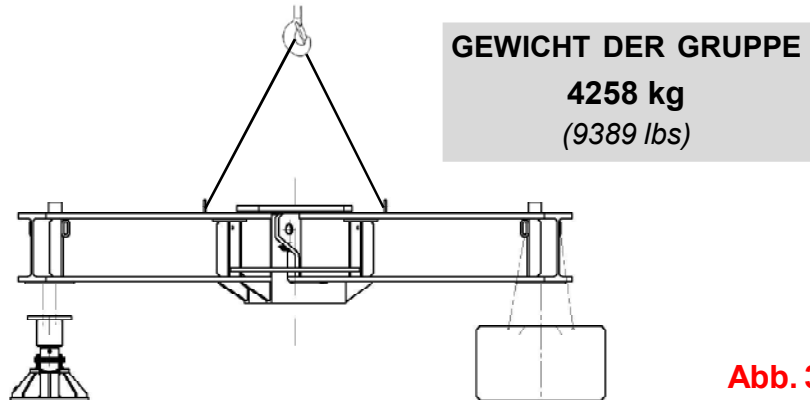

Abb. 3.3.2
- B) die Schrauben entfernen, mit denen der Wagen mit den Stabilisatoren verbunden ist, bzw. die Muttern mit denen der Wagen mit den Ballastblöcken unter dem Wagen verbunden ist (Abb.3.3.2);
- C) den Wagen anschlagen, anheben und auf dem Boden absetzen (Abb.3.3.2);